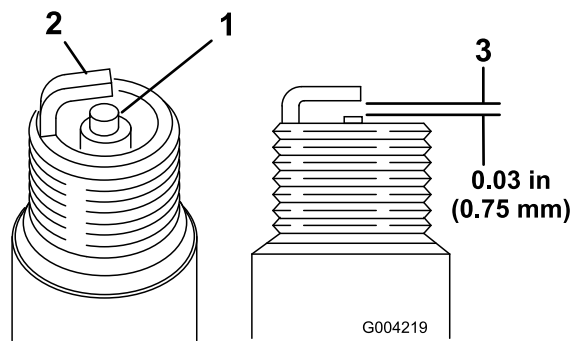

図 49
1. 中央の電極部を観察する 図 49。絶縁体部がうす茶色や灰色なら適正、碍子が黒くなっているのは不完全燃焼であるエアクリーナの汚れが原因であることが多い。
2. プラグの電極間のエアギャップ 図 49を点検し、
3. 適正值から外れていれば外側の電極 図 49を曲げて調整する。